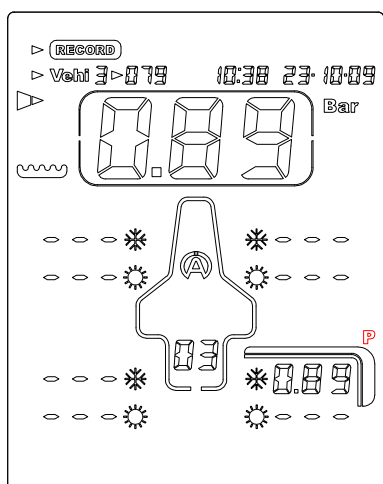

Figura 4
- 5) Coloque o sensor do Tyrecontrol na válvula do pneu (figura 4)